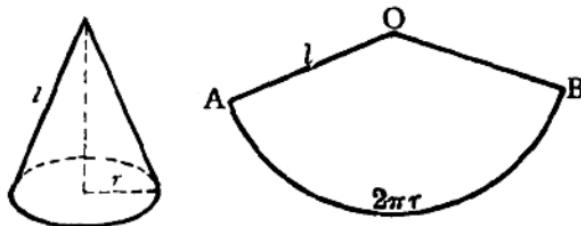

图 13-11
①在板料上的适当位置选择一点 O ，以 O 为圆心、母线长 l 为半径划弧（图 13-11）。
②用钢卷尺沿弧截取等于圆锥底面周长 $2\pi r$ 的一段 \widehat{AB} .
③连结 OA 和 OB .